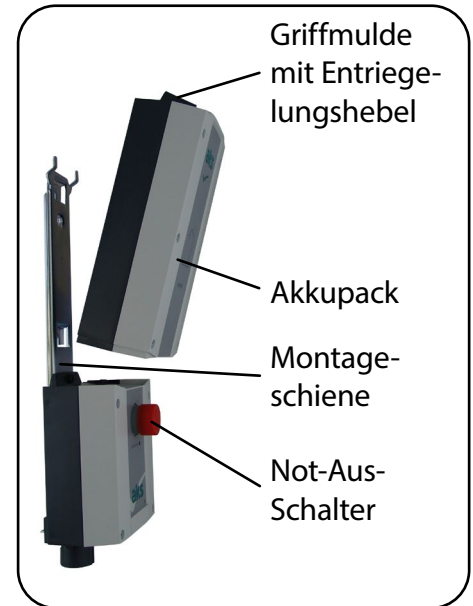

Abb. 8.7.01 - Akkupack
2. Greifen Sie von oben in die Griffmulde am Akkupack und ziehen Sie mit den Fingern den Entriegelungshebel nach oben (Abb. 8.7.01).
3. Kippen Sie gleichzeitig das Akkupack ein Stück von der Montagesschiene weg und anschließend nach oben aus der Halterung (Abb. 8.7.01).